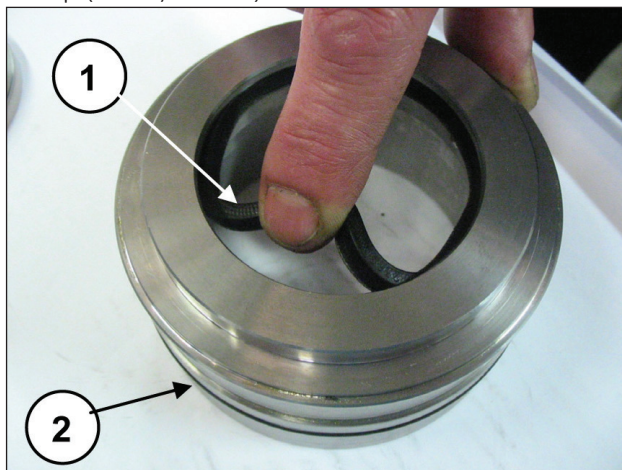

Рис. 169
Вставьте уплотнение низкого давления в опору уплотнений (поз. ①, Рис. 169) так, чтобы уплотнительная кромка была обращена вперед (к головке), уплотнительное кольцо (поз. ②, Рис. 169).